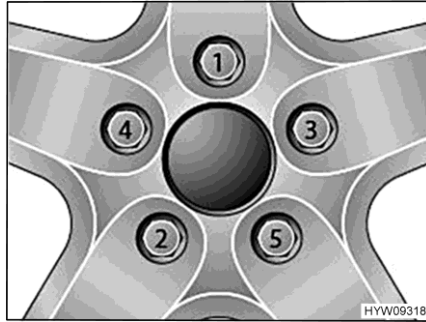

Bild 156 Radmuttern oder Radschrauben über Kreuz festziehen
- Radmuttern oder Radschrauben in der Reihenfolge, die in Bild 156 gezeigt ist, festziehen. Dazu einen Drehmomentschlüssel verwenden und das vorgeschriebene Anziehdrehmoment einhalten (siehe Abschnitt 13.6.2).
- Radmuttern oder Radschrauben regelmäßig auf festen Sitz prüfen. Radmuttern oder Radschrauben eines ausgewechselten Rades nach 50 km nachziehen. Dabei in der Reihenfolge vorgehen, die in Bild 156 gezeigt ist.
- Wenn neue oder neu lackierte Felgen verwendet werden, die Radmuttern oder Radschrauben zusätzlich nach ca. 1000 bis 5000 km nachziehen. Dabei in der Reihenfolge vorgehen, die in Bild 156 gezeigt ist.
- ▷ Radmuttern oder Radschrauben über Kreuz anziehen (Bild 156).